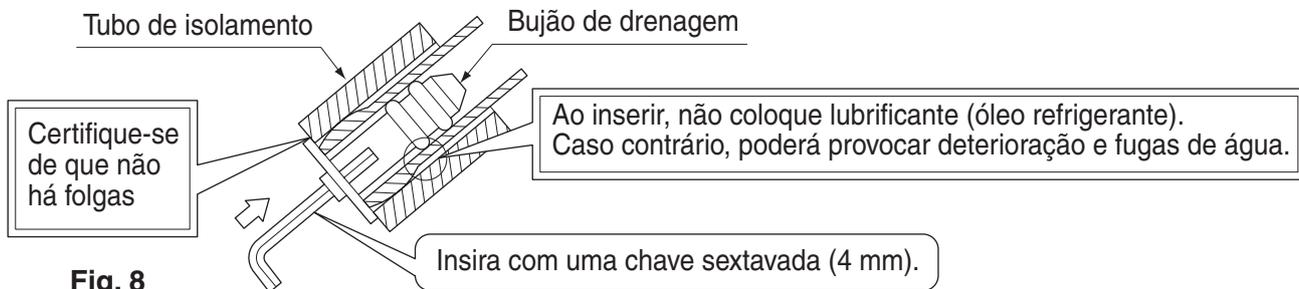

Fig. 8
- Retire o bujão de drenagem, a tubagem de isolamento e a mangueira de drenagem da cuba de drenagem e volte a colocar. **(Consulte a Fig. 8)**
- Ligue a tubagem de refrigerante local antecipadamente, fazendo-a coincidir com as marcas do tubo de líquido e tubo de gás no painel de instalação (1).